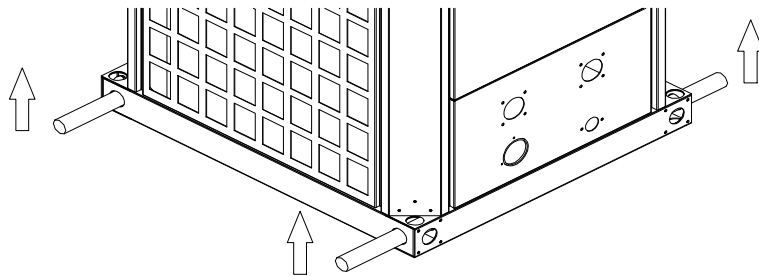

Figure 4-17
C. Pour les modèles verticaux, on peut adopter la méthode de la figure 4-17. Passer 2 tiges d'acier par les orifices inférieurs. Dans ce cas un déplacement manuel de la PAC est possible.